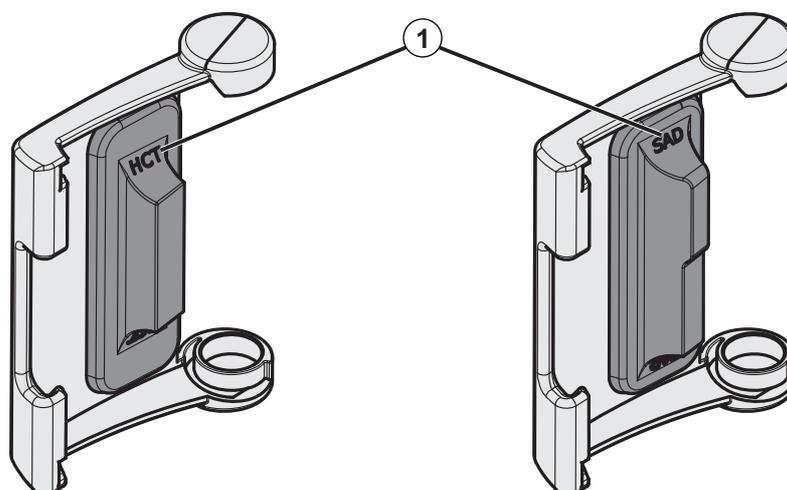

Fig. 7-21 Marquage du type sur le couvercle du capteur HCT et du détecteur SAD
Les couvercles sont marqués sur le devant par un point rouge (HCT) et bleu (SAD), respectivement, et sur l'arrière par *HCT* et *SAD* (voir Fig. 7-21, ①).